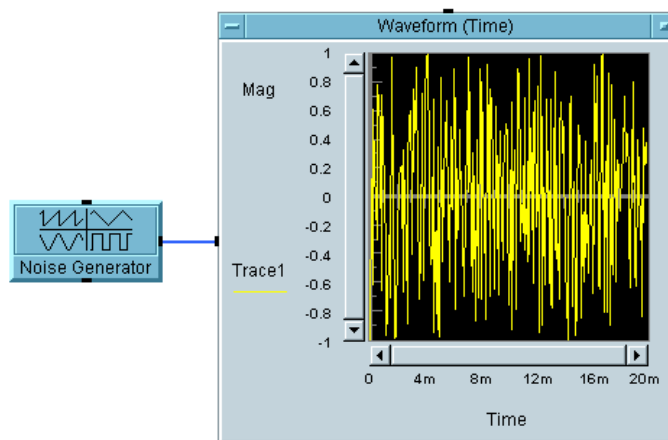

図 4-14. 波形の表示
3. Noise Generator のデータ出力ピンを Waveform (Time) のデータ入力ピンに接続してプログラムを実行します。図 4-14 のように表示されます。